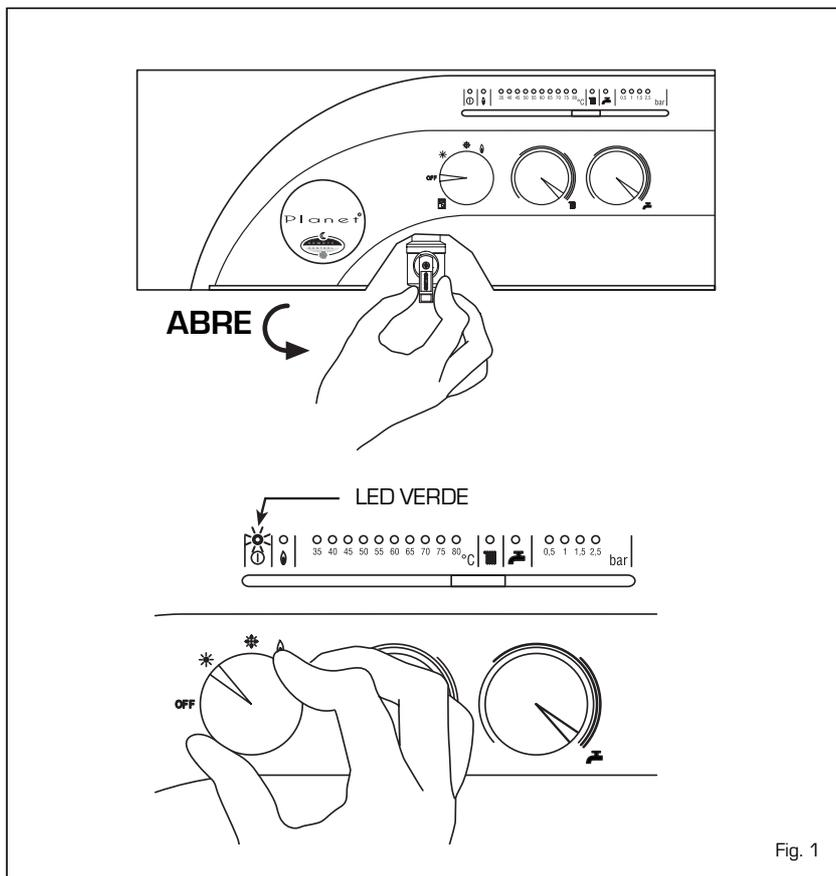

Fig. 1
### ENCENDIDO CALDERA (fig. 1)
**APAGADO CALDERA** (fig. 1)